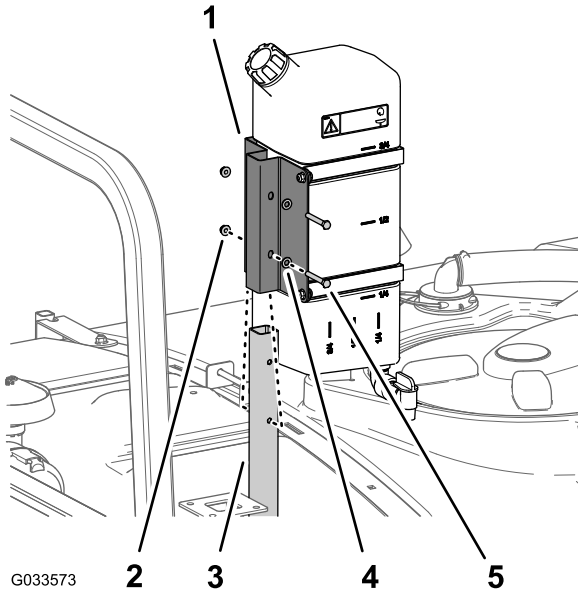

Bild 47
1. Montieren Sie den Frischwasserbehälter und die Befestigung mit den zwei Schrauben (5/16" x 2 1/4") und zwei Sicherungsbundmuttern (5/16") am Stützrohr, wie in Bild 47 abgebildet.